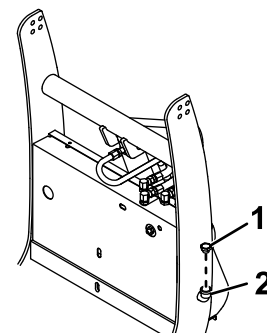

Bild 31
- Reinigen Sie den Bereich um den Fülldeckel (Bild 31).
- Nehmen Sie den Fülldeckel vom Hydraulikbehälter ab (Bild 31).